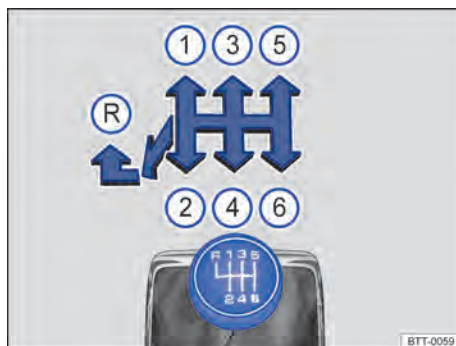

Fig. 92 Esquema de las marchas de un cambio manual de 6 marchas.
En la palanca de cambios está representada la posición de cada una de las marchas → Fig. 92.
3. Tire hacia arriba del anillo de la palanca de cambios y mueva la palanca completamente hacia la izquierda y después hacia delante para situarla en la posición de la marcha atrás → Fig. 92 (R).